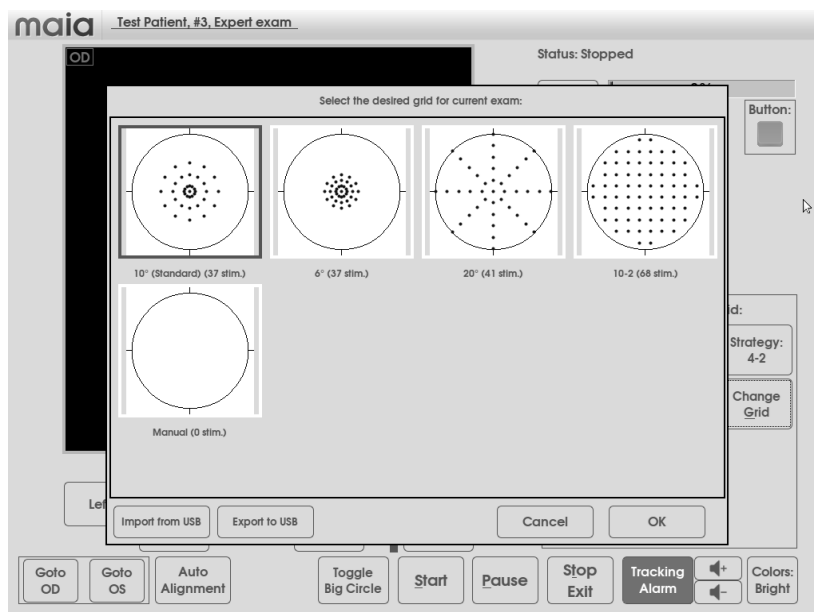

Fig. 30 – Configurazione griglia degli stimoli (solo per esame expert)
**Nel caso di esame di tipo *expert*** è possibile selezionare la griglia di stimoli che si desidera misurare cliccando sul pulsante **Select Grid**; le griglie selezionabili sono indicate in Fig. 30. La griglia attiva di default è quella denominata "standard" (37 punti, 10° di copertura maculare).
Le 5 griglie mostrate in Fig. 30 sono le griglie predefinite presenti nel software MAIA. Altre griglie personalizzate possono essere create come file .xml .